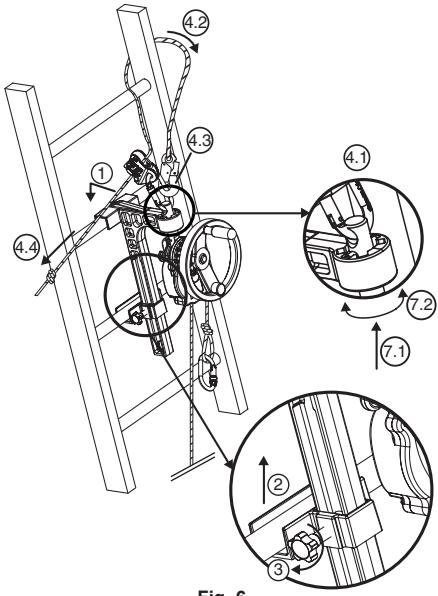

Fig. 6
#### 6.3.2. derope™ UP B apparat (Fig. 6)
- Installer den store konsol, der kan fastlåses på stigens trin, i den valgte position for at foretage redningsaktionen over den person, der skal evakueres (Fig. 6, 1).
- Før blokeringskloden op til det trin, der er lige under trinnet, hvor den store konsol er sat fast (Fig. 6, 2).
- Fastspænd klodsenes blokeringsakse ved hjælp af fastspændingshåndtaget på siden af konsollen (Fig. 6, 3).
- Fastgør forbindelsesleddet til justeringsanordningen LCM 05 i hullet øverst på tilkoblingsaksen (Fig. 6, 4.1).
- Før sikringslinen omkring det trin på stigen, som ligger umiddelbart ovenover konsollen, ved at føre den omkring en af stigens vanger (Fig. 6, 4.2).
- Kobl sikringslinens forbindelsesled sammen med forbindelsesleddet på indstillingsanordningen LCM 05 (Fig. 6, 4.3).
- Stram sikringslinen ved at trække på den frie streng (Fig. 6, 4.4).
- Vend derope™ apparat efter behov ved at ændre tilkoblingsaksens position i indekseringssanordningen (Fig. 6, 7.1 – 7.2).